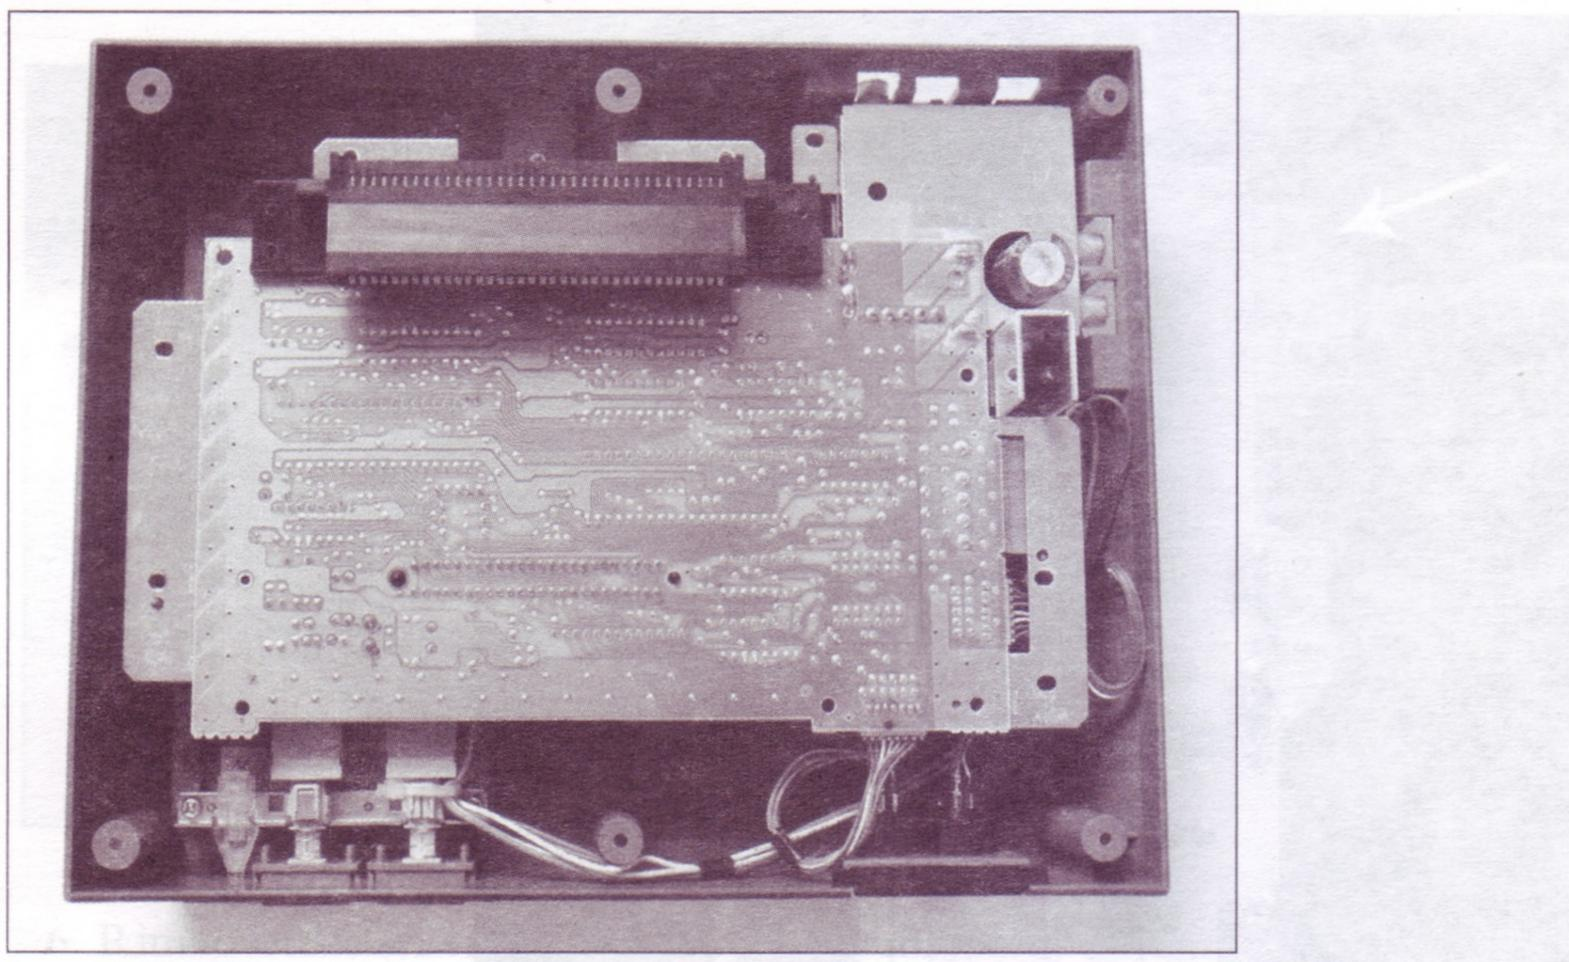

Figura 6.11 Il sistema NES aperto e pronto per l'intervento.
9. Il sistema ora dovrebbe essere simile a quello nella Figura 6.11; questo sarà il punto di partenza per le altre modifiche descritte nel capitolo.